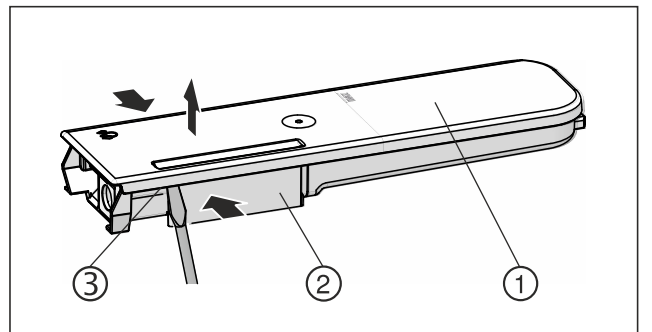

Fig. 146
- ▶ Pres vandbeholderen Fig. 146 (2) sammen, og vip forsigtigt låget op Fig. 146 (1) via låsetapperne Fig. 146 (3), og træk det op.
- ▶ Bevæg låget Fig. 146 (1) let frem og tilbage, og tag det op og ud.